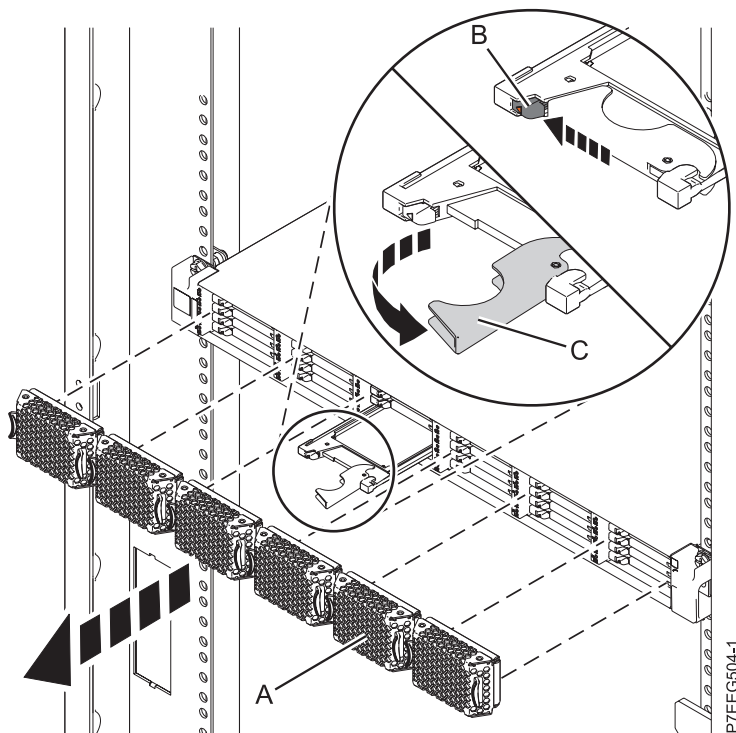

Figure 20. Retrait de l'unité SSD du boîtier de stockage PCIe 58/88
1. Retirez le panneau (A) qui couvre l'emplacement contenant l'unité SSD. Pour plus d'informations, voir figure 20.
2. Poussez doucement le taquet de déverrouillage (B) pour déverrouiller la poignée de l'unité.
3. Saisissez la poignée (C) et tirez partiellement l'unité hors de l'emplacement.